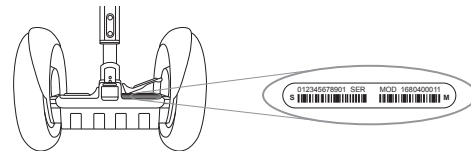

図1. PT のシリアル番号の場所
2. ラベルの左側にあるシリアル番号を見つけます。シリアル番号は、「1」から始まる 12 桁の番号です (図1を参照)。